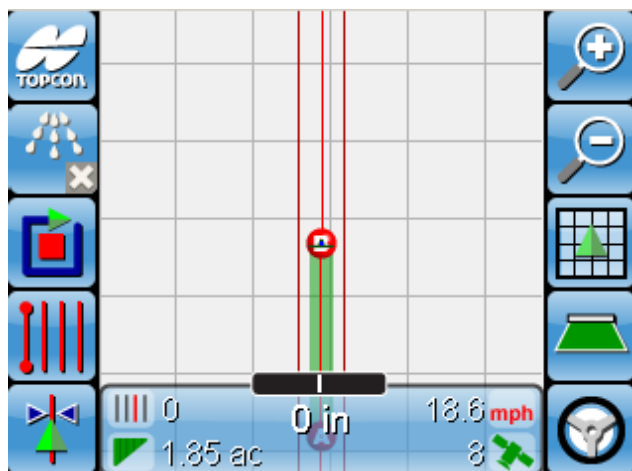

Figura 9-39. Establezca el segundo punto de la línea AB
11. Aparecerá una línea recta (figura 9-39).